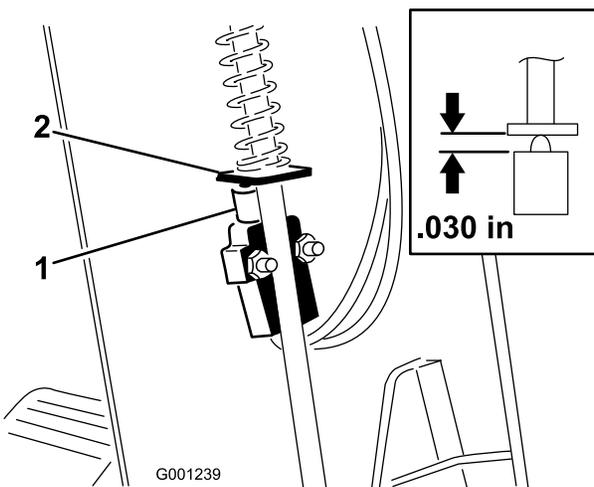

図 61
3. カバーを上をスライドさせて駐車ブレーキ・スイッチを露出させる (図 61)。
5. 駐車ブレーキのロッドのパドルとスイッチのプランジャとを整列させる (図 61)。
6. 駐車ブレーキ・ロッドを押し下げ、スイッチが押し上げられてプランジャが圧縮された時のプランジャの長さを 0.762 mm とする (図 61)。これが、プランジャのハウジングの上端からパドルの表面までの距離となる。